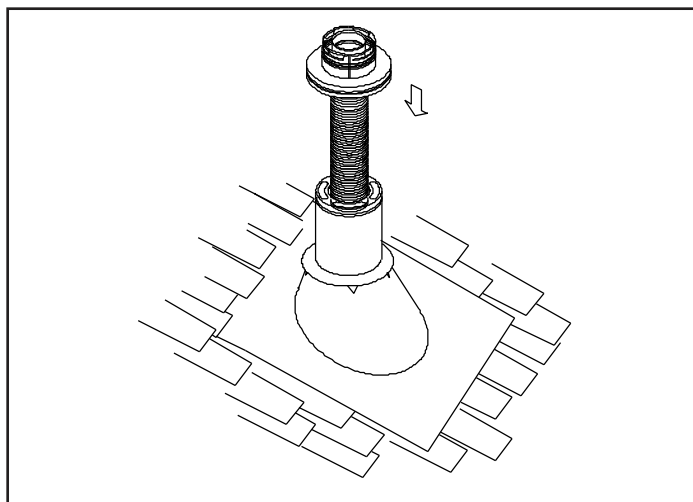

Figure 4.22
4. Placez le tuyau flexible au centre de la cheminée en l'introduisant depuis le haut et placez l'adaptateur supérieur au centre du conduit de cheminée. Percez quatre trous de 3 mm (1/8 po) dia diamètre dans l'adaptateur supérieur et dans le débouché de cheminée. Assurez-vous de percer dans le métal de la cheminée. Placez l'abat-vent pour vents forts sur l'adaptateur supérieur et tournez-le pour le verrouiller en place. Voir les figures 4.22 et 4.23.